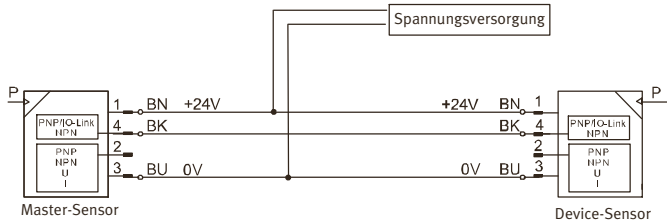

Fig. 6
- Der Master-Sensor ist mit dem Device-Sensor verbunden → Fig.6.